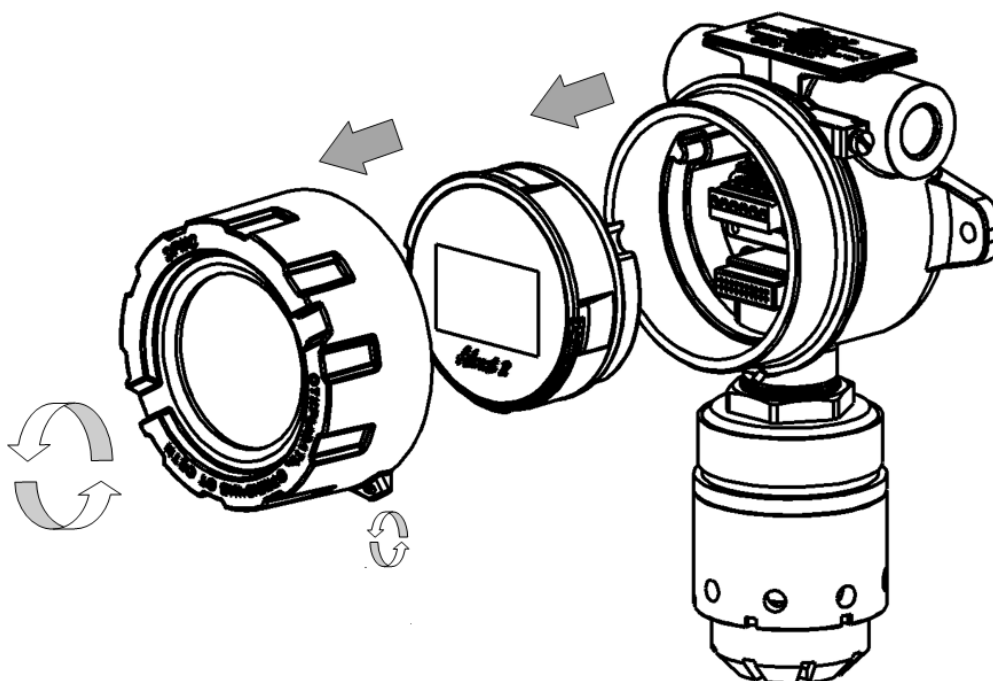

Рисунок 14 – Схема разбора Advant 2
- а) Открутить стопорный винт в крышке газоанализатора (рис.14).